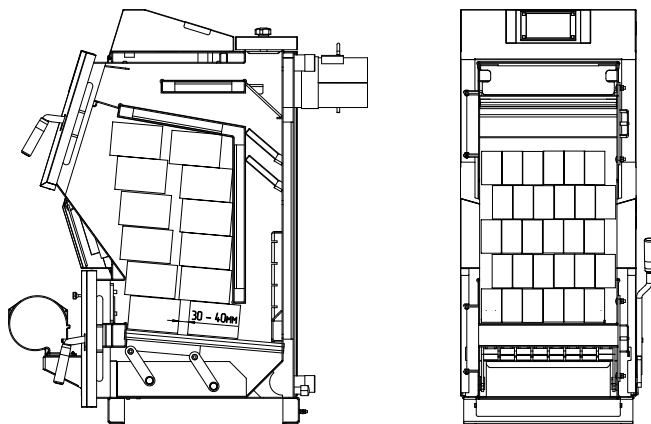
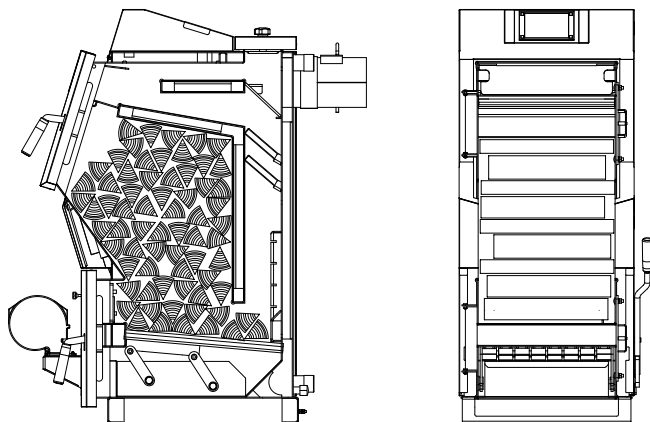
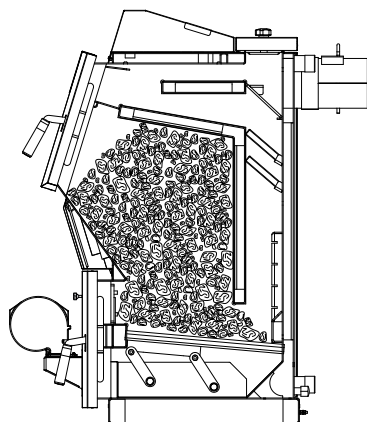

Рис.7 Схема загрузки котла древесными брикетами.
Рис.8 Схема загрузки котла дровами.
Рис.9 Схема загрузки котла углём.
8.5.5. Для полной загрузки котла топливом для длительного горения необходимо: выключить вентилятор нажатием кнопки «СТОП», открыть дверцу загрузочную аккуратно приоткрыв её на 5-10 мм на 10-15 секунд для предотвращения хлопка пиролизных газов и заполнить топку котла топливом, равномерно распределяя его по всему объему в соответствии с Рис.7, Рис.8, Рис.9. После загрузки котла убедиться в отсутствии просыпания топлива на рамку загрузочной двери и отсутствии топлива возле загрузочной двери. После загрузки котла топливом закройте и зафиксируйте дверцу загрузочную (Рис.1 поз.3) и запустите вентилятор кнопкой «ПУСК».
8.5.6. Перед добавлением новой порции топлива убедитесь, что в топке котла заканчивается топливо, узнать о наличии топлива можно во время чистки водоохлаждаемых колосников и зольного ящика через дверцу поддувальную. Для загрузки новой порции топлива в котёл необходимо, выключить вентилятор наддува нажатием кнопки «СТОП», произвести чистку колосников шуровочным механизмом, открыть дверцу поддувальную (Рис.1 поз.6), произвести чистку зольного ящика, после чистки установить его на место и закрыть дверцу зольную. Открыть дверцу загрузочную аккуратно приоткрыв её на 5-10 мм на 10-15 секунд для предотвращения хлопка пиролизных газов и заполнить топку котла топливом, равномерно распределяя его по всему объему в соответствии с Рис.7, Рис.8, Рис.9. После загрузки котла топливом закройте и зафиксируйте дверцу загрузочную (Рис.1 поз.3) и запустите вентилятор кнопкой «ПУСК».